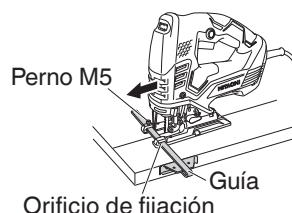

Fig. 13
- (3) Fije la guía haciéndola pasar a través del orificio de fijación de la base y apriete el perno M5. (Fig. 13)
- (4) Ajuste la posición orbital a “0”.
NOTA: Para cortar con precisión utilizando la guía (Fig. 13), ajuste siempre la posición orbital a “0”.